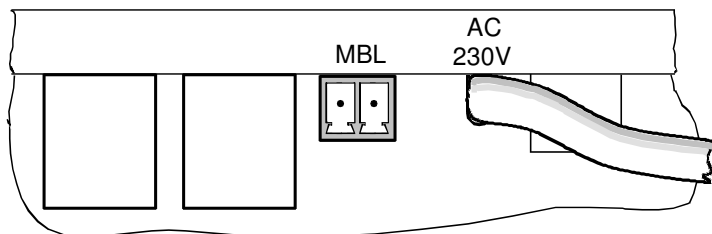

Fig. 6
- Liniensignal MOBALine auf Stecker "MBL" verdrahten (siehe Fig. 6).